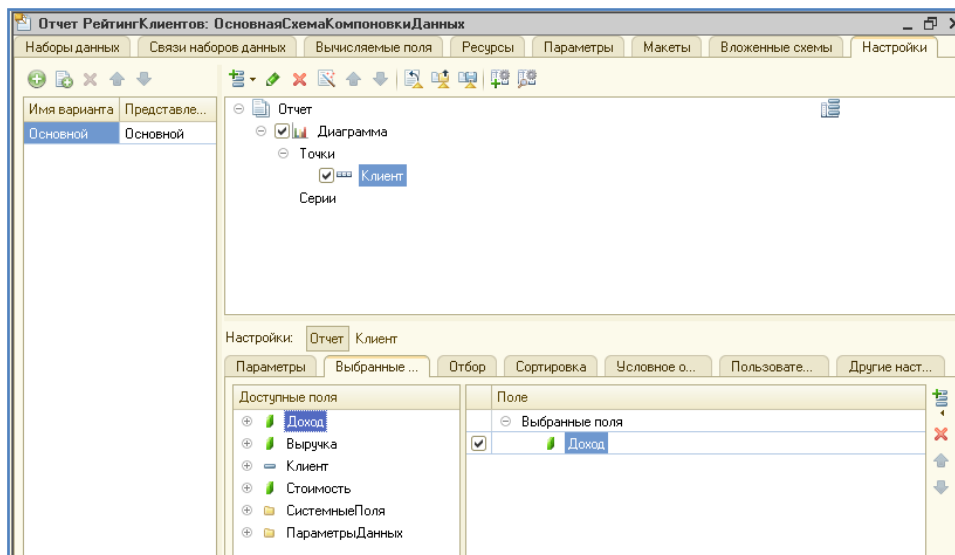

Рис. 66. Структура отчета
8. Закладка Выбранные поля. Выбрать поле Доход для вывода в отчет. Структура отчета должна принять вид согласно рис. 66.